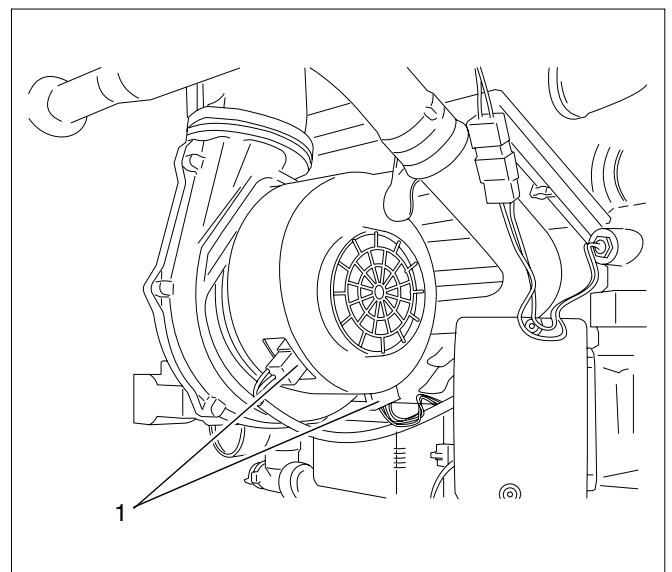

Fig. 13 Scoateți fișa cablului din ventilator
- Scoateți ambele fișe ale cablului din ventilator (vezi Fig. 13, Poz. 1).